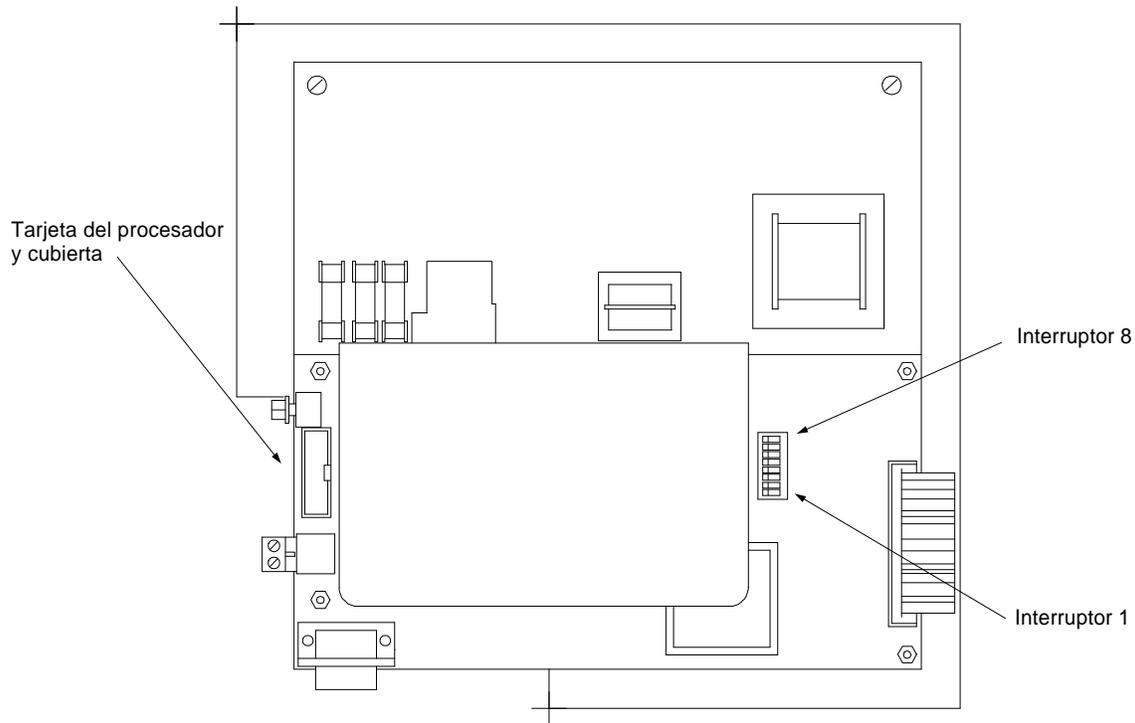

Figura 3.4 Banco de interruptores.
- Paso 3:** Conectar el neutro de la señal de dispensario al terminal de abajo del conector. Ver figura 3.4. Este neutro puede ser derivado del neutro del panel de carga. Ver diagramas B-1 y B-2.